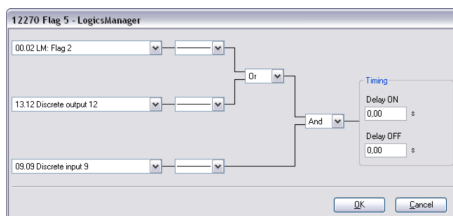

Abb. 251: LogicsManager-Funktion „Merker 5“
6. ➤ Konfigurieren Sie die LogicsManager-Funktion „Merker 5“ (siehe Abb. 251).